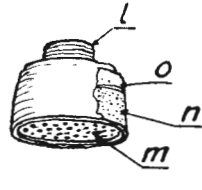

Fig. 3
Til feste for filtret (fig. 3) er ansiktsstykket forsynt med én gjenget ring, presset ut av messingplate. Ringen er festet til ansiktsstykket ved en klemring.
6. *Stridsgassfiltret* (fig. 3 og 4) er omgitt av en svak konisk presset beholder av jernblikk.
For lagring er filterbeholderen på stussen forsynt med et gasstett påskrudd lokk. Den perforerte plate er dekket av et tilpasset papirstykke (m fig. 3).